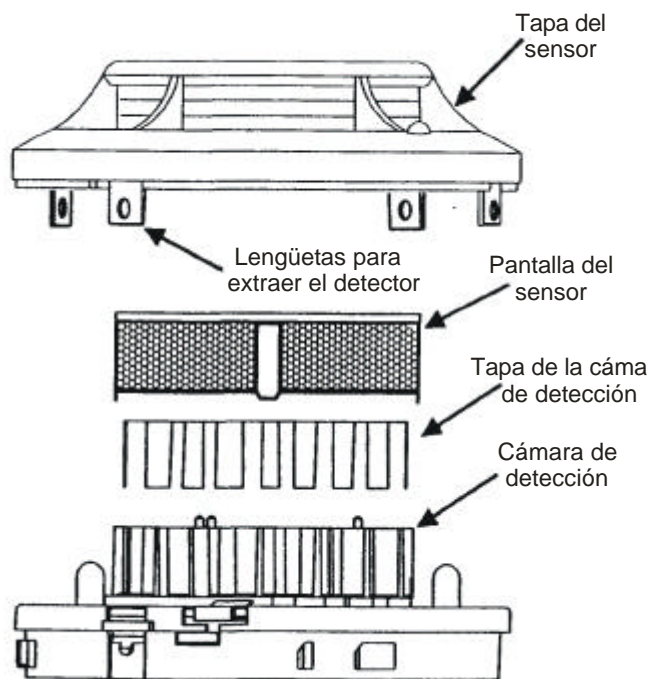

Figura 3. Montaje del sensor
3. Retire la pantalla estirándola hacia afuera (véase la figura 3)